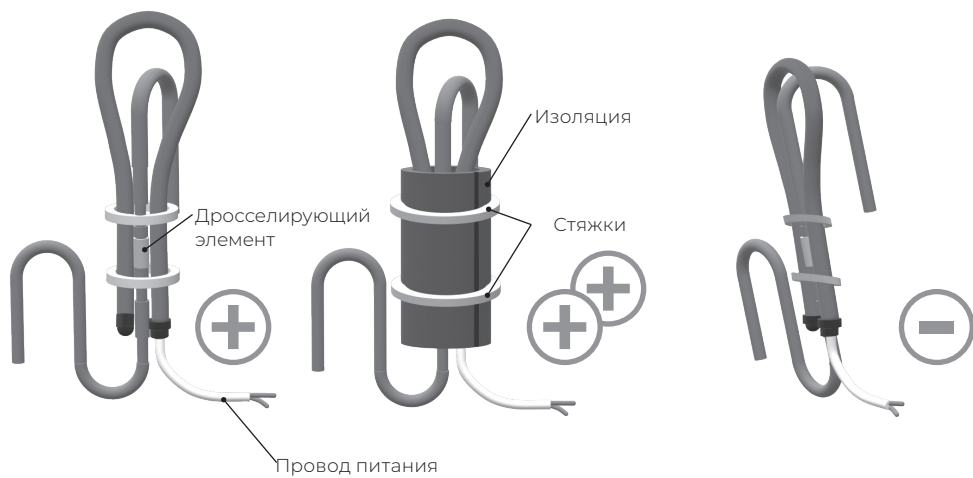

Рис. 10
- При монтаже на встроенный дросселирующий элемент, нагреватель необходимо согнуть (диаметр сгиба не должен превышать 25 мм в диаметре) и закрепить по обе стороны от дросселирующего элемента таким образом, чтобы минимизировать воздействие нагревателя на окружающие медные трубки, как показано на рис. 10.